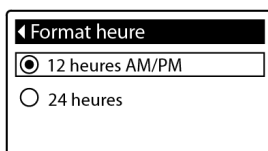

FIG.45
1. Depuis n'importe quel écran d'état séquentiel, appuyez sur SELECT (O) pour afficher le **Menu principal**.
3. Appuyez sur SELECT (O) pour afficher le menu Préférences de l'utilisateur.
5. Appuyez sur SELECT (O) pour afficher le menu Format de l'heure (Figure 45).
6. Si un point noir figure déjà en face du format souhaité (Figure 45), passez à l'étape 7. Sinon, appuyez sur DESCENDRE (▼) ou MONTER (▲) pour parcourir jusqu'au format d'heure souhaité, puis appuyez sur SELECT (O) pour valider votre sélection.
7. Appuyez sur SELECT (O). L'affichage reviendra au menu Préférences de l'utilisateur.